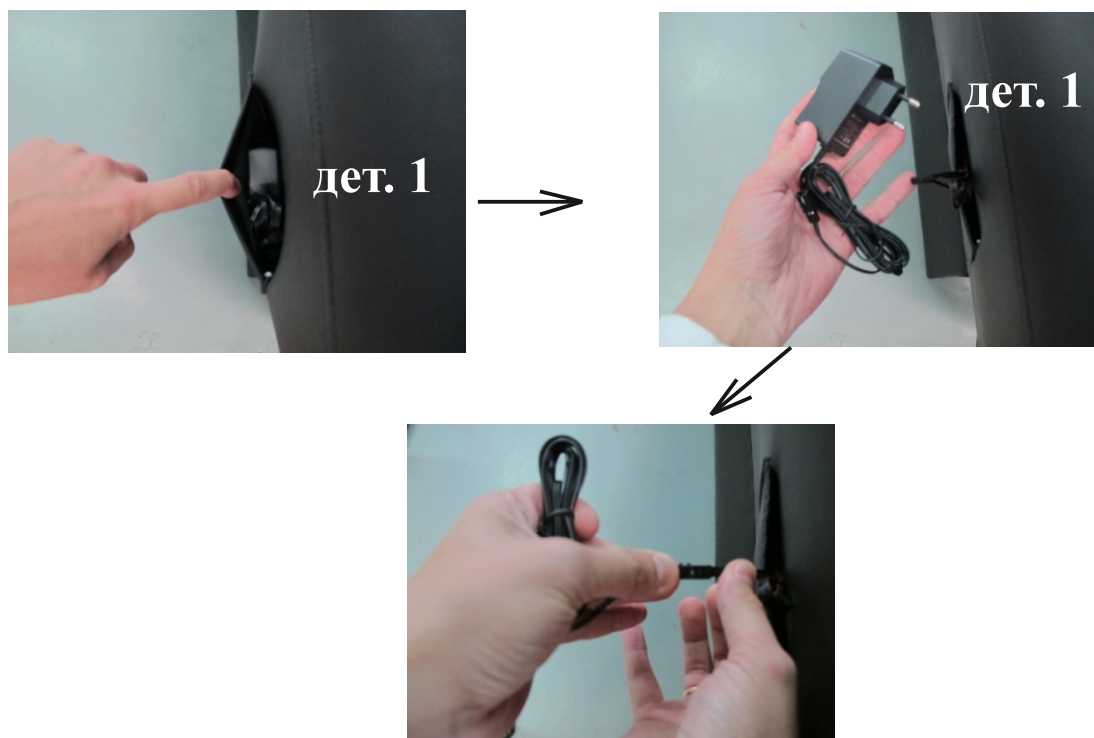

рис. 9
9. Для подключения подсветки кровати извлеките провод с вилкой из кармана на задней поверхности головной спинки (дет.1). Далее соедините провод с вилкой с проводом, оставшимся в кармане, так, как это показано на рис. 9. После этого вилку можно включить в электрическую сеть ~220 В, 50 Гц.